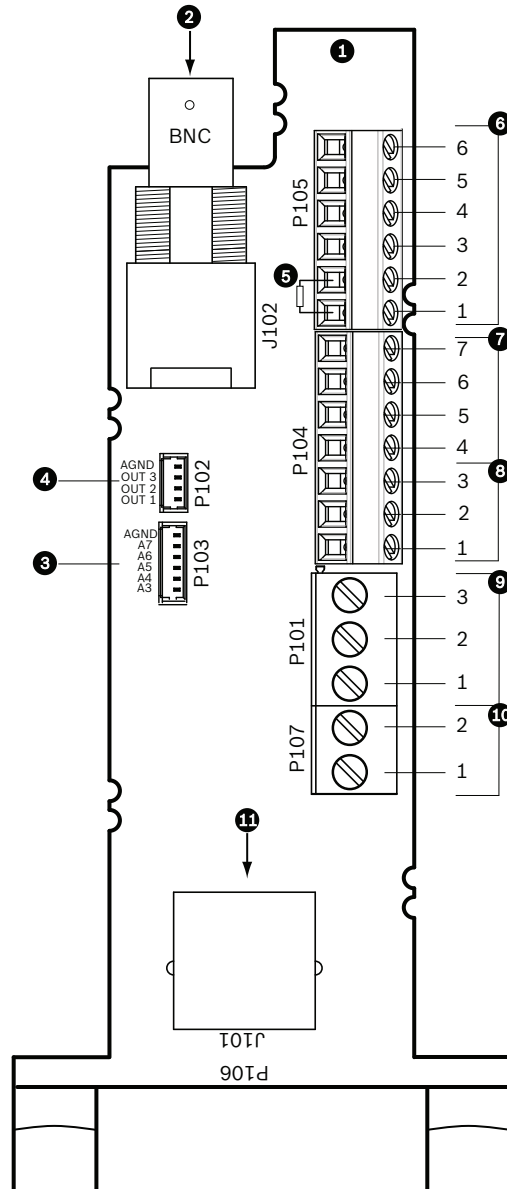

Figura 3.10 Conexiones de la placa de interfaz de techo
2. Conecte los cables de entrada/salida de datos de control a los terminales correspondientes del conector P105 de la placa de interfaz de techo. En *Figura 3.10, Página 47* podrá ver una ilustración de estas conexiones.